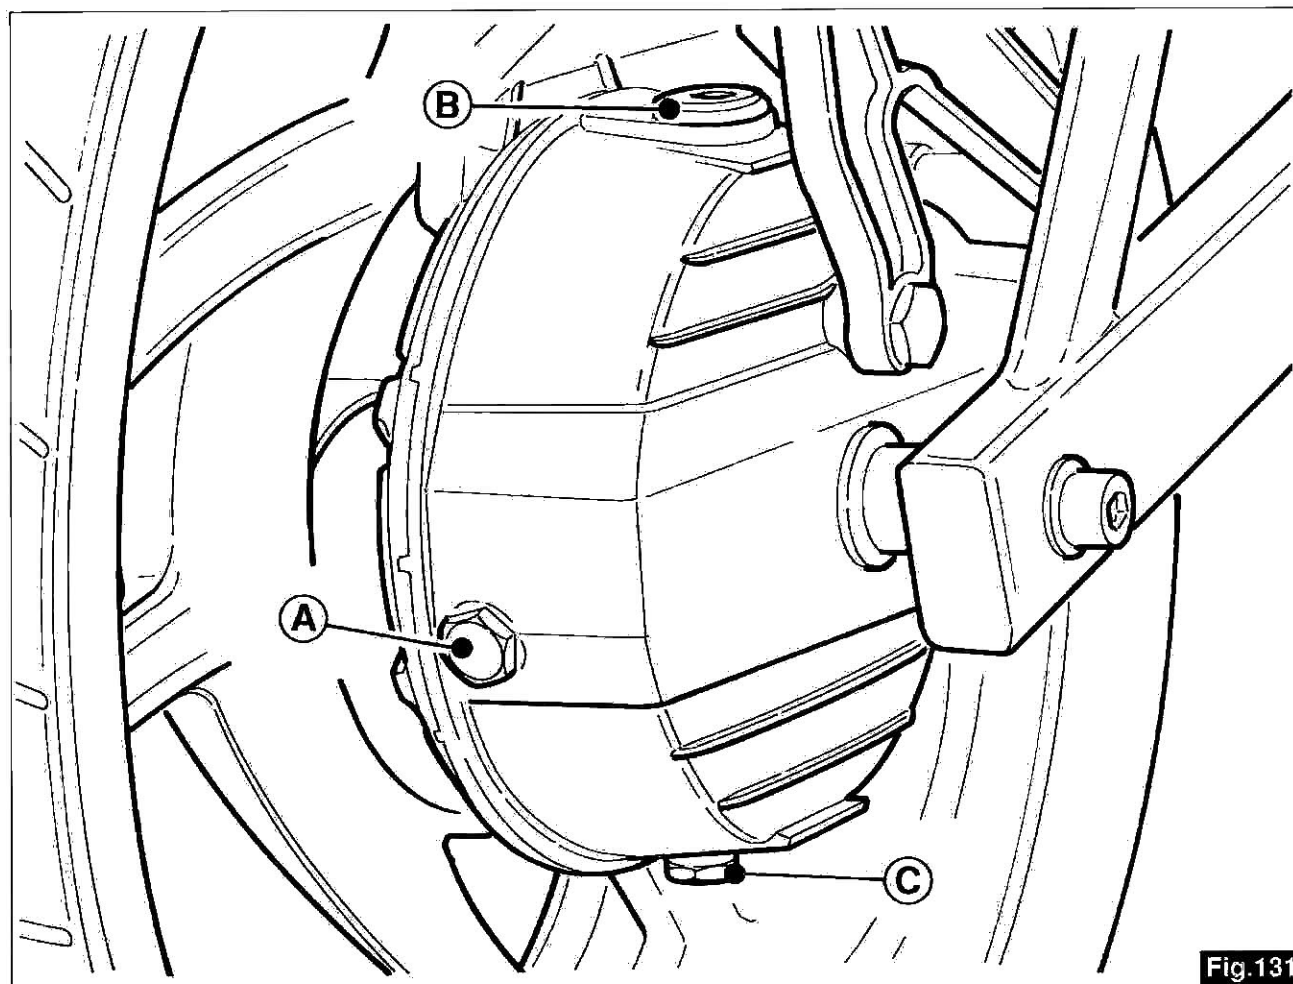

Fig.131
9.1 LUBRIFICAZIONE SCATOLA TRASMISSIONE POSTERIORE (fig.131)
9.1 REAR DRIVE BOX LUBRICATION (fig.131)